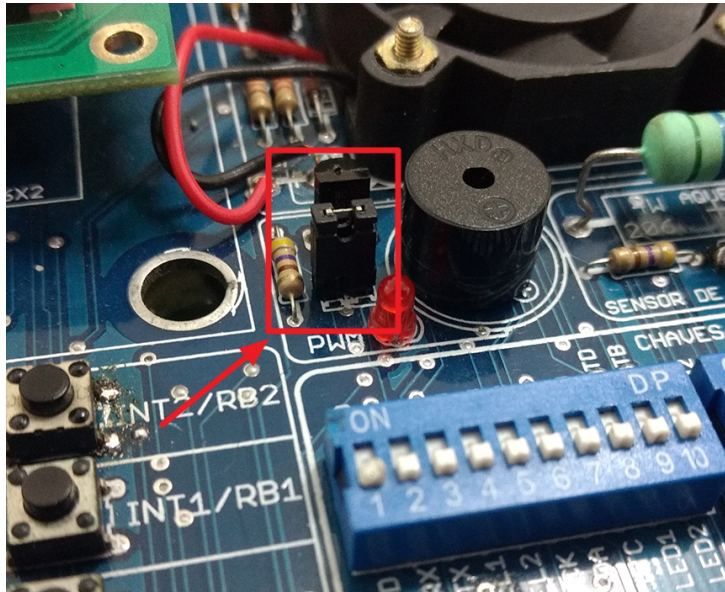

Figura 26: Jumper para conexão do *buzzer*.
**OBS 1:** Para que o *buzzer* funcione, tanto no código de exemplo quanto no exercício prático, é necessário que o *jumper* localizado ao seu lado esteja presente. Esse componente é mostrado na Figura 26.